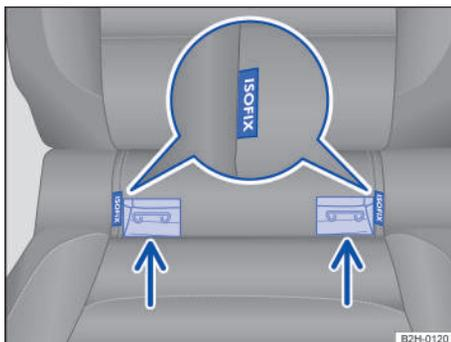

Fig. 40 Señalización en el asiento del vehículo de los puntos de anclaje inferiores para el asiento para niños.
2. Encaje el asiento para niños en las argollas de sujeción. Las aberturas para encajarlo se encuentran junto a las inscripciones de ISO-FIX → fig. 40 (flecha). El asiento para niños deberá encastrar de forma segura y audible.